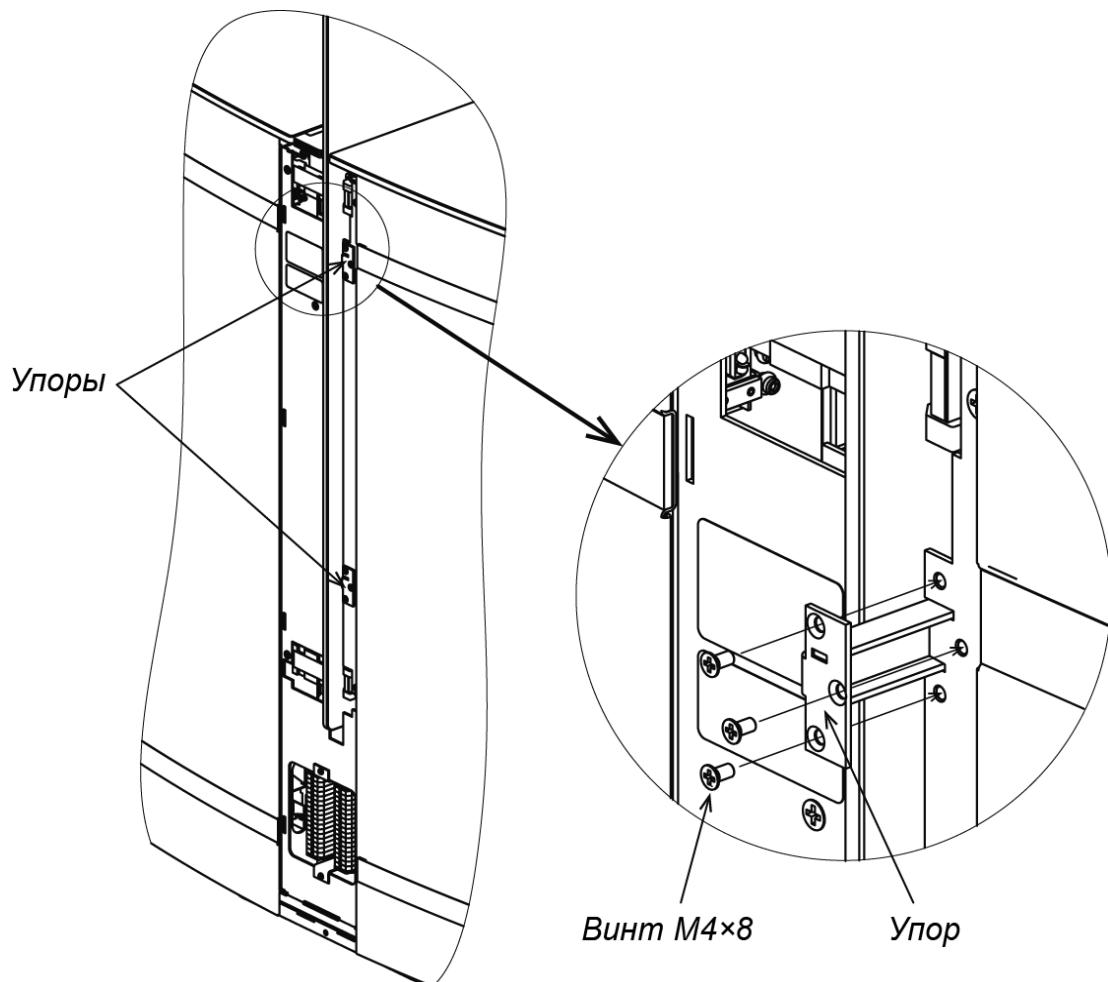

Рисунок 29. Установка упоров ограничителя вылета створки
5. Установите два специальных упора из комплекта поставки на корпус секции и закрепите каждый из них тремя винтами M4×8 (см. рис. 29):